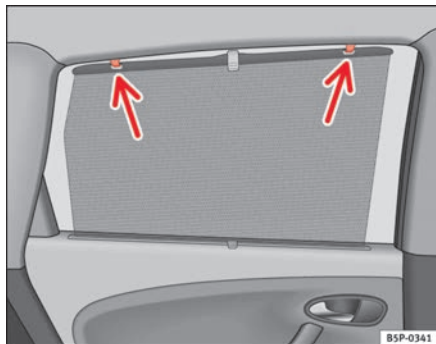

Abb. 85 Sonnenschutzrollo Hintertür
- Ziehen Sie das Rollo aus und hängen es in den Haken am oberen Türrahmen ein ⇒ Abb. 85. ■